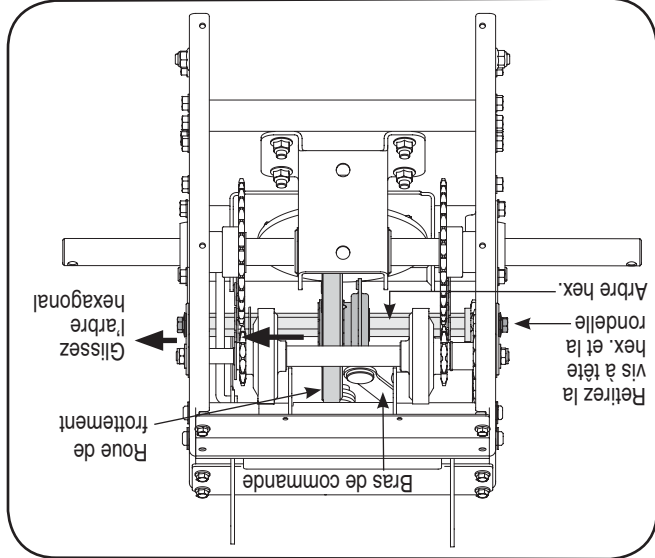

Figure 6-12
- Enlevez les vis auto-taraudeuses du couvercle du châssis, sous la souffluse. Voir la Figure 6-12.
- Utilisez une clé de 3/4 po pour maintenir l'arbre hexagonal, puis retirez la vis à tête hex. et la rondelle creuse du côté gauche du châssis. Voir la Figure 6-12.